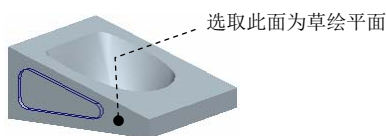
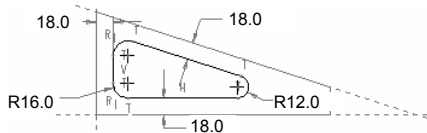

图 5.36.21 实体切削拉伸特征 3
图 5.36.22 截面草图
Step11. 添加图 5.36.21 所示的实体切削拉伸特征 3。
(1) 直接单击“拉伸”命令按钮 **拉伸**，在出现的操控板中确认“实体”类型按钮 被按下，并按下“移除材料”按钮 .
(2) 定义草绘截面。在绘图区中右击，从弹出的快捷菜单中选择 **定义内部草绘...** 命令，进入“草绘”对话框。草绘平面为图 5.36.21 所示的模型表面；参考平面为 RIGHT 基准平面；方向是“右”，单击 **草绘** 按钮，系统进入截面草绘环境。进入截面草绘环境后，绘制图 5.36.22 所示的截面草图；完成特征截面后，单击工具栏中的“确定”按钮 .
(3) 在操控板中选取深度类型 ，输入深度值 8.0；单击“完成”按钮 .